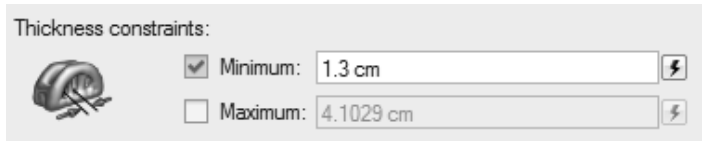

图 4-53
4) 在厚度约束中, 将最小改为 1.3 cm, 如图 4-53 所示。